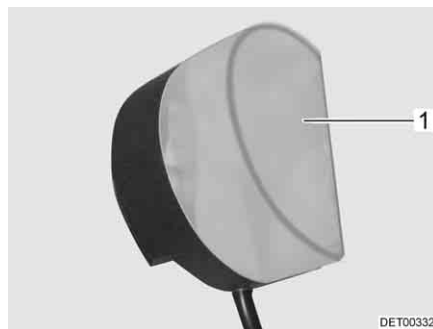

Bild 289 Kleiderschrankleuchte
- Leuchtenabdeckung (Bild 289, 1) leicht zusammendrücken und abnehmen.